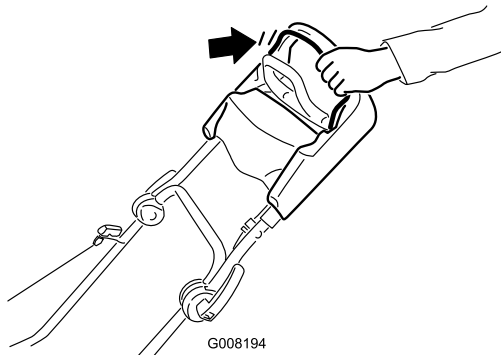

Figura 14
1. Sujete la barra de control de la cuchilla contra el manillar (Figura 14).